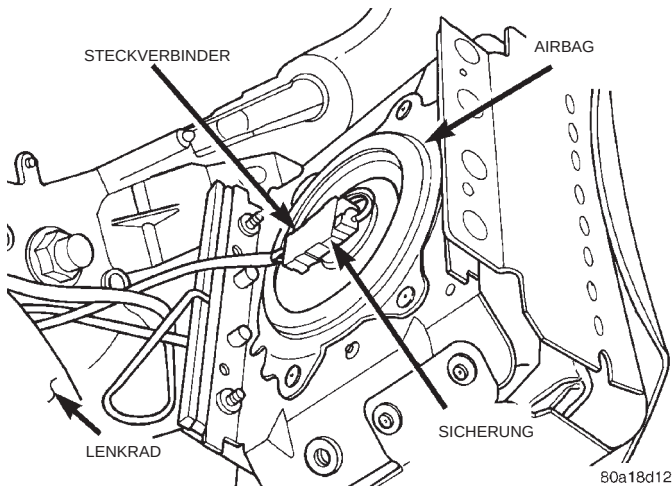
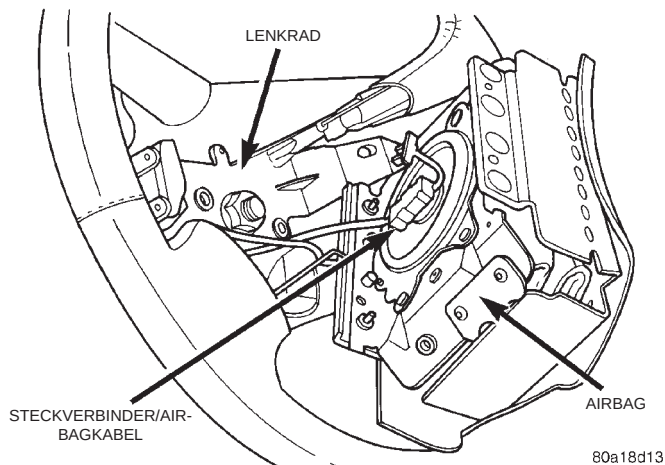

Abb. 10 Sicherung im Steckverbinder/Airbagkabel
Abb. 11 Steckverbinder/Airbagkabel
(12) Airbag aus der Mitte des Lenkrads ausbauen.
(13) Sicherung des Steckverbinders/Airbagkabel herausziehen (Abb. 10). Die Sicherung muß gerade aus dem Steckverbinder herausgezogen werden. **Sie darf dabei auf keinen Fall verdreht werden.**
(14) Den Steckverbinder (Abb. 11) an der Rückseite des Airbags abklemmen. Der Steckverbinder muß gerade auseinandergezogen werden. **Er darf dabei auf keinen Fall verdreht werden.**
(16) Airbag-Kabel von der Kontaktpule an der Rückseite des Airbags anschließen (Abb. 11). Die Sicherung des Steckverbinders einbauen (Abb. 10). **Sicherstellen, daß der Steckverbinder des Airbag-Kabels korrekt angeschlossen und vollständig in seinem Gegenstück am Airbag eingerastet ist.**